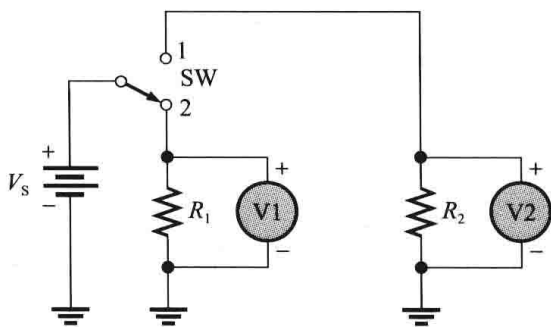

图 2-65 习题 29、30 图
29. 在图 2-65 中, 开关在位置“1”和“2”时每个电压表的指示值分别是多少?
30. 在图 2-65 中, 说明如何放置电流表测量电压源的电流, 不管开关在何位置。